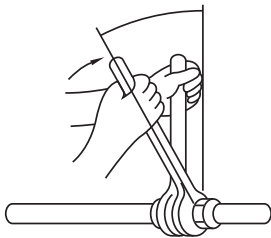

Рис. 5-8
- Нанесите тонкий слой хладагента на посадочную поверхность трубопровода. (Рис. 5-8)